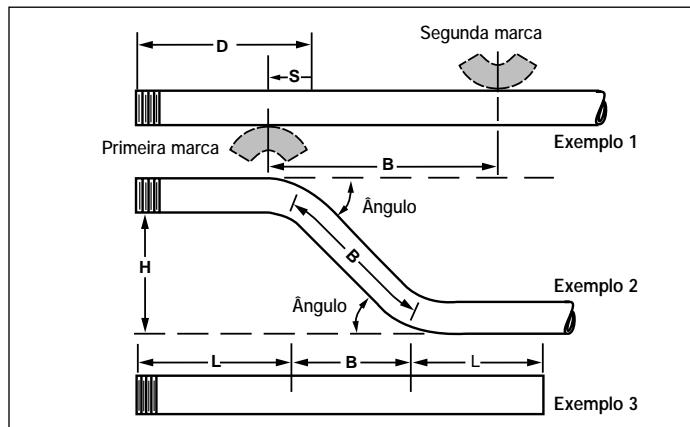

Figura 7
1. Determine o ângulo desejado para a dobragem dupla. Localize e marque a primeira dobragem na distância (D) menos (S) do fim do tubo, seguindo as Instruções para Dobra Parcial da Seção 7.2, itens 2 e 3.
2. Usando o mesmo ângulo de dobragem, encontre a dimensão (B) na Tabela 4. **NOTA:** a Tabela mostra o maior diâmetro de tubo que pode ser dobrado para se obter a distância entre centros desejada (H).
3. Faça a segunda marca (B) no tubo, conforme demonstrado na Figura 7, Exemplo 1.